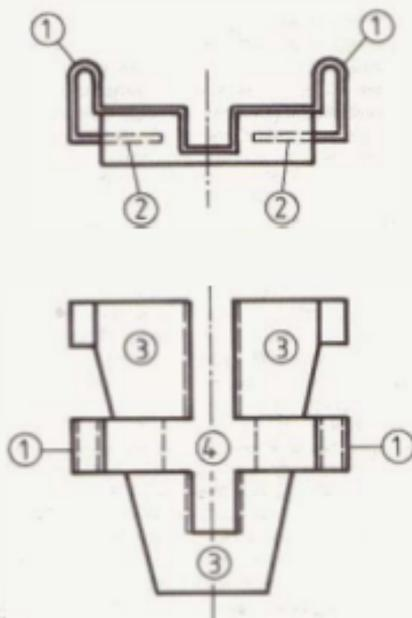

Bild 229
- 10 Federn, sie verhindern das Klappen der Bremsklötze und bilden die Gleitfläche zwischen dem feststehenden Teil des Bremszylinders (13) und dem beweglichen Teil des Bremszylinders (14)
- 11 Die «Nasen» der Bremsklötze werden an der Kontur der Federn 10 geführt und von der Federzunge 2 in Bild 229 beaufschlagt